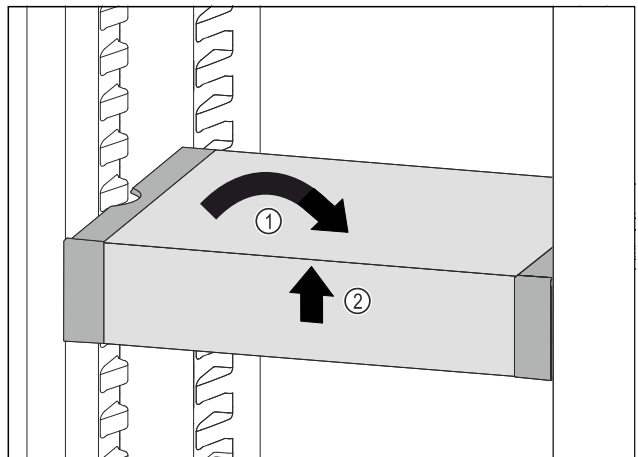

Fig. 191
- VarioSafe gerade stellen. Fig. 191 (1)
- VarioSafe vorne anheben. Fig. 191 (2)